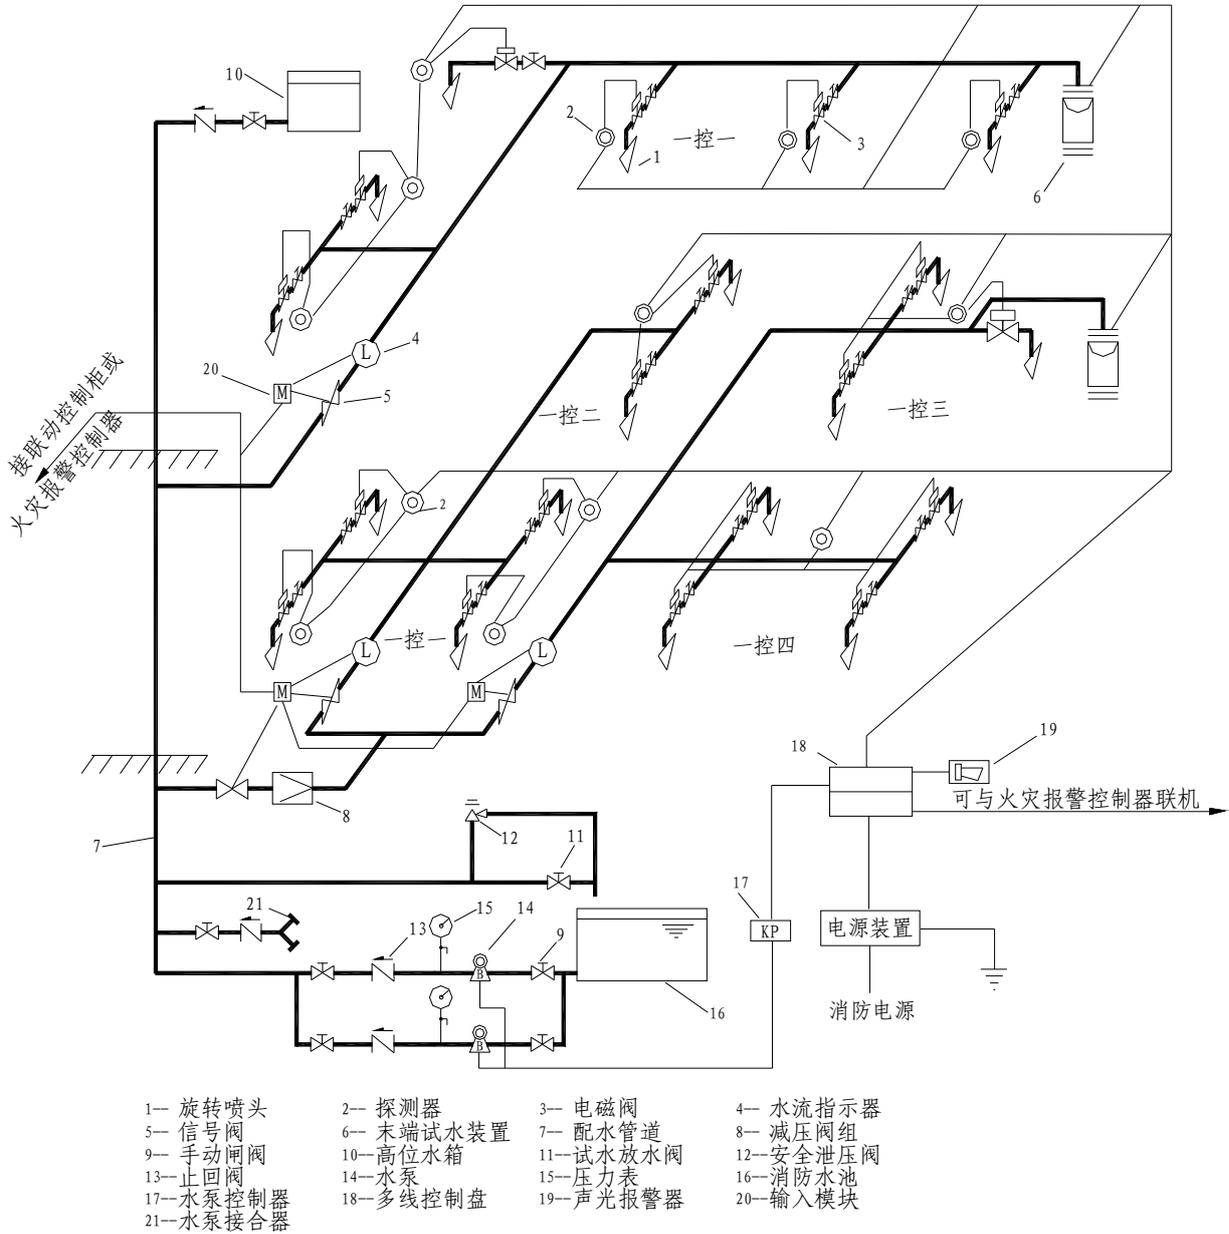

图 42 配置探测器和喷头的主动喷水灭火系统组成示
6.2 配置探测器和喷头的主动喷水灭火系统如图 42 所示。